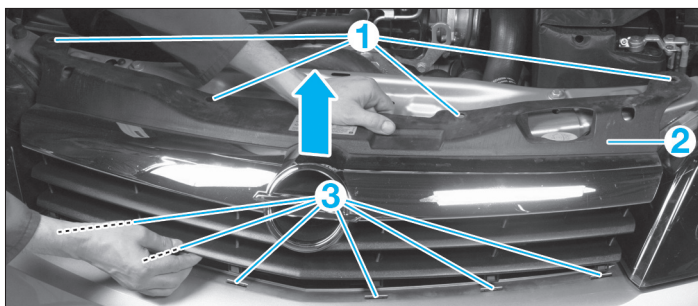
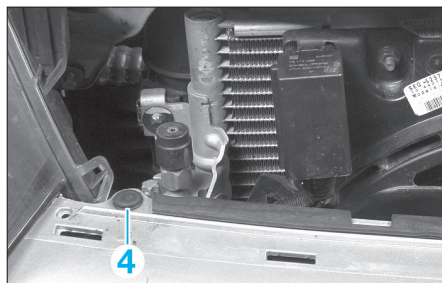

FIG. 5
FIG. 6
- Déposer les quatre clous de fixation (1) de la calandre (2) (fig. 5).
- Décliper la calandre de ses 6 points de fixation inférieure (3).
- les deux clous des fixations supérieures (4) du bouclier avant (fig. 6).